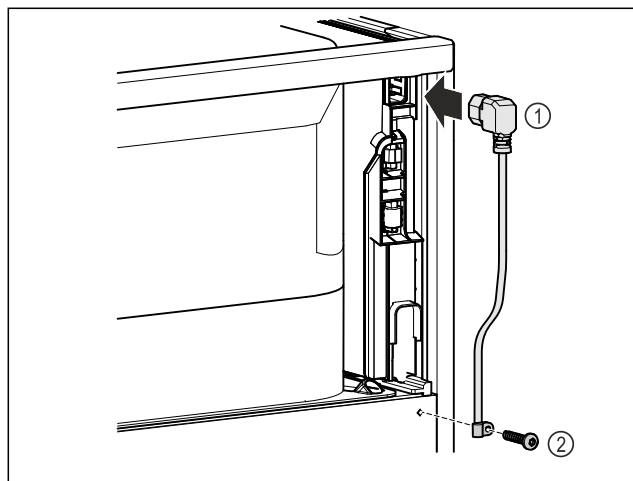

Fig. 11
- Zapojte zásuvku chladicího zařízení přívodního síťového kabelu Fig. 11 (1) na zadní straně přístroje.
- Namontujte odlehčení tahu. Fig. 11 (2)